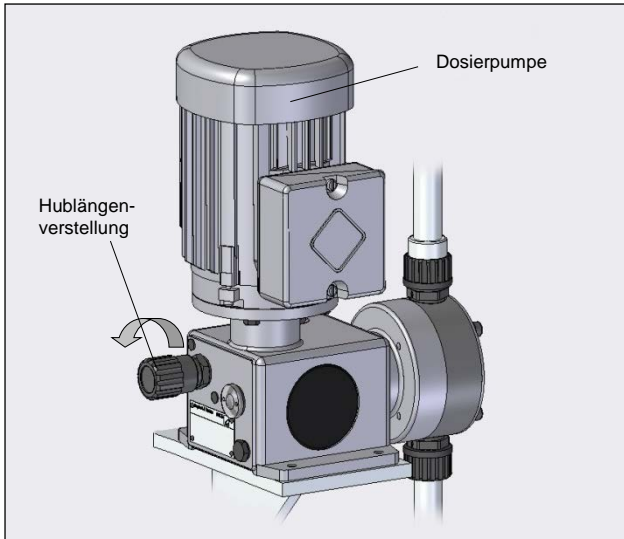

Abb. 20
- Förderstrom der Pumpe durch Hubfrequenz- und/oder Hublängenverstellung langsam bis zum Maximum langsam erhöhen (siehe Abb. 20).
Bei Erreichen oder Überschreiten dieses Richtwertes (siehe Abb. 20) folgendermaßen vorgehen: